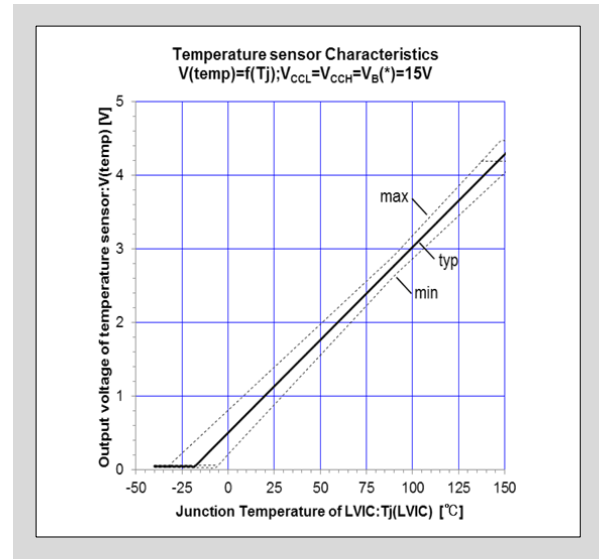

図3-25 LVIC温度とTEMP出力電圧特性
- 図3-25にプルダウン抵抗5k $\Omega$ を接続した場合のTEMP端子出力電圧特性を示します。